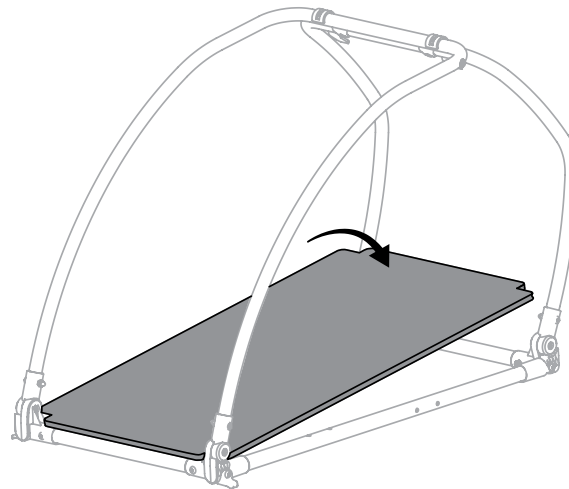

Abbildung 15A
2. Zum Einsetzen des Bodens den Boden unter den hinteren Eckhalterungen einsetzen. Den Boden vorn unter den vorderen Eckhalterungen einrasten lassen. (Abbildung 15A und 15B)